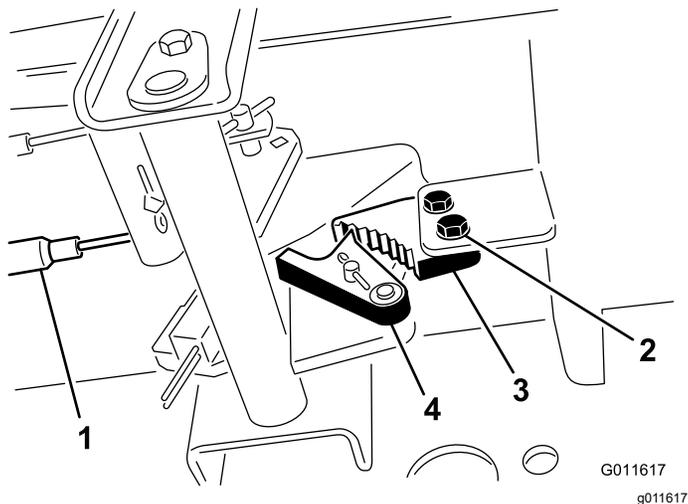

図 70
1. 駐車ブレーキのツメをフレームに固定しているねじ2本をゆるめる 図 70。
2. ブレーキのツメが戻り止めに完全に掛かるまで駐車ブレーキペダルを前に踏み込む 図 70。